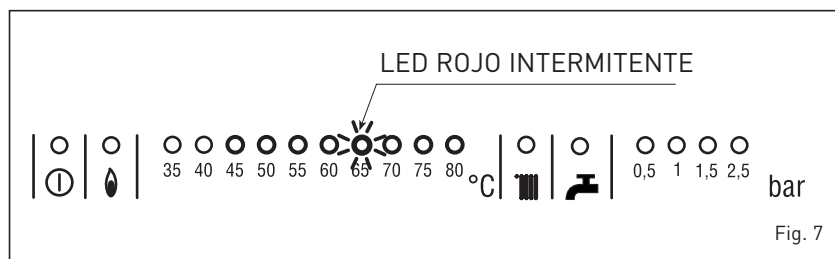

Fig. 7
– **Otras anomalías** (fig. 7)